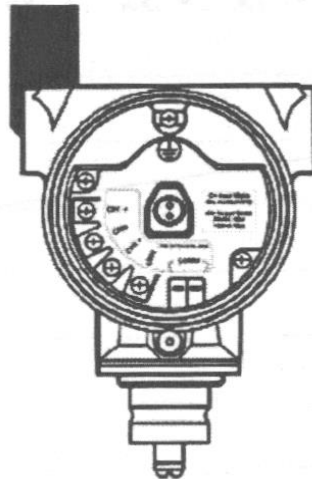
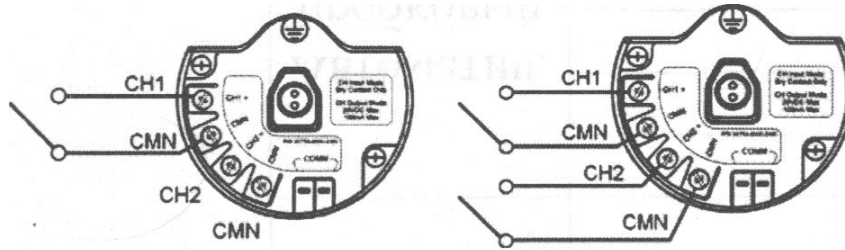

Рис.3.
Рис.4.
Используя этот принцип, можно обойтись одним реле для сигнализации в большом диапазоне срабатывания, создавая выталкивающую силу двумя буйками вместо одного (рис.2). Модели с двумя буйками (точками переключения) используются либо как сигнализаторы для работы в двух небольших диапазонах (рис.3), либо для сигнализации/ управления насосами в необходимом диапазоне срабатывания (рис.4).
Винтовые клеммы, постоянно установленные в клеммной колодке. Клеммная колодка для соединения с датчиками дискретного сигнала (рис.3).
- Подключаются один или два однополюсных переключателя (рис.4).